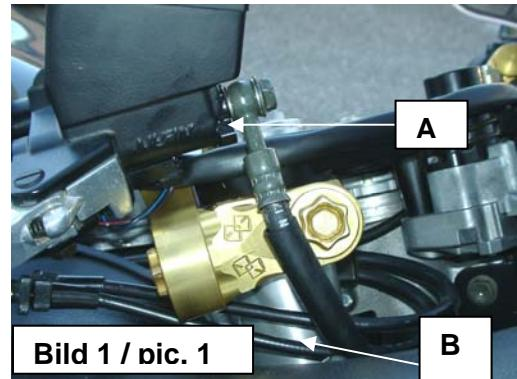

Bild 1 / pic. 1
4. Die Verdreh sicherung des Brems schlauches am Brems zylinder sauber entfernen und Fitting nach vorne drehen. Brems schlauch fitting verdrehen , um Freigängigkeit zum Dreharm zu gewährleisten. Bild 1.[A]
5. Gaszüge zwischen Brems schlauch und Gabelholm verlegen. Bild1 [B].